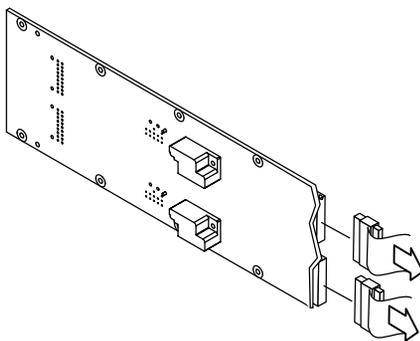

図 11-9 ファントレセンタープレーンケーブルの取り外し
6. 背面のファントレーセンタープレーンからケーブルを外します (図 11-9)。
2. ファントレーケーブルを接続します (図 11-9)。